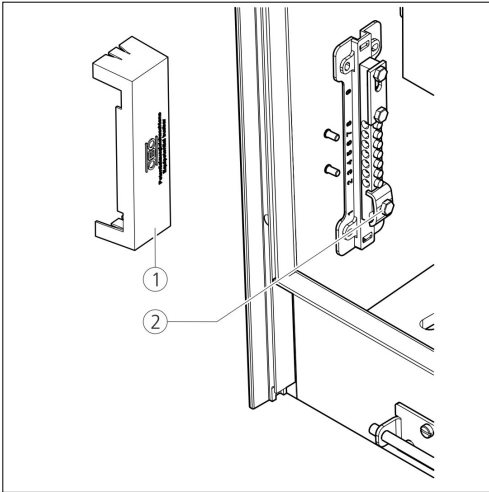

Abb. 17: Potenzialausgleichsschiene
- ➔ "Abb. 17: Potenzialausgleichsschiene" (1)